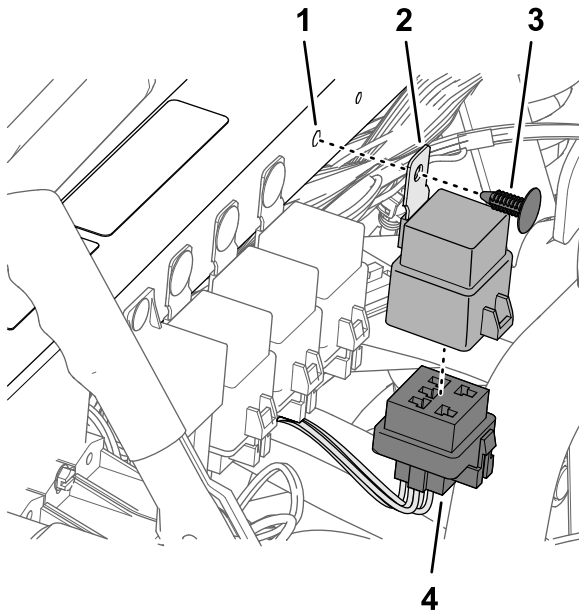

図 186
- リレーの 5 ピンコネクタを、5 ソケットコネクタ 図 186 キットのワイヤハーネスのうち ASC 10 ENABLE RELAY というラベルのついているものに接続する。
- リレーの取り付けタブについている穴を、ショックサポートチューブの穴に合わせ、押し込みファスナーを使ってリレーをチューブに固定する 図 186。